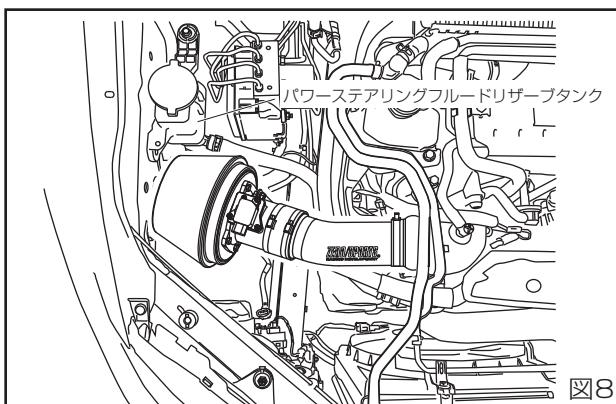

図8
8. パワーステアリングホース、ボディー等各部に干渉無きようインテークパイプをまわして調整し、ホースバンド、ステー取付ナット、ボルトを本締めをして固定する。(図8)